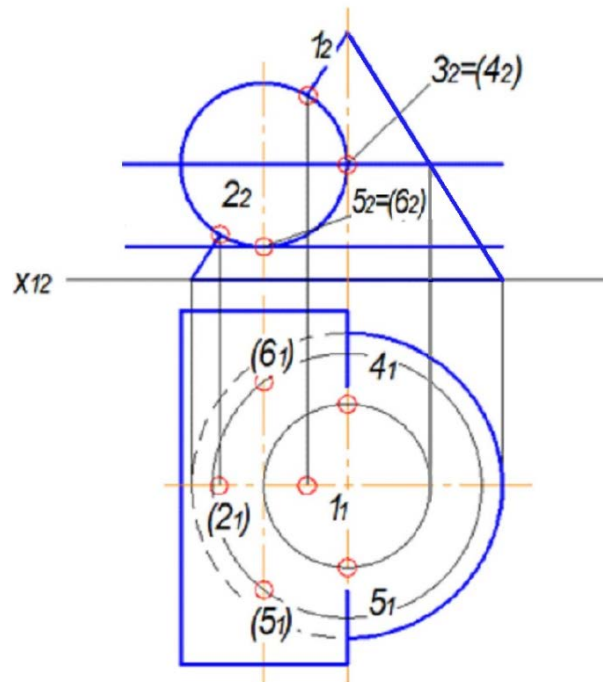

Рисунок 15 – Крок 2 алгоритму виконання РГР № 3
2. Шляхом введення допоміжних січних площин, які перерізають задані поверхні по найпростіших за формою лініях, визначити спільні точки між поверхнями (рис. 15).